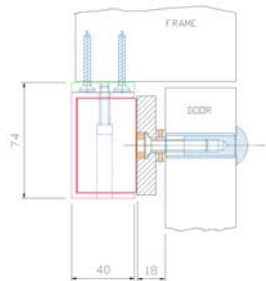

Fig 1. Utåtgående dörr med bred dörrkarm
Studera fig 1 till 4 för närmaste monterings exempel.
- Steg 1 Fig1. Lossa monteringsplattan och fäst i läge genom att använda mallen eller montera framkant på magneten 19 mm från dörrbladet när dörren är stängd.
Typisk installation för utåtgående dörrar visas i fig 1 till 4